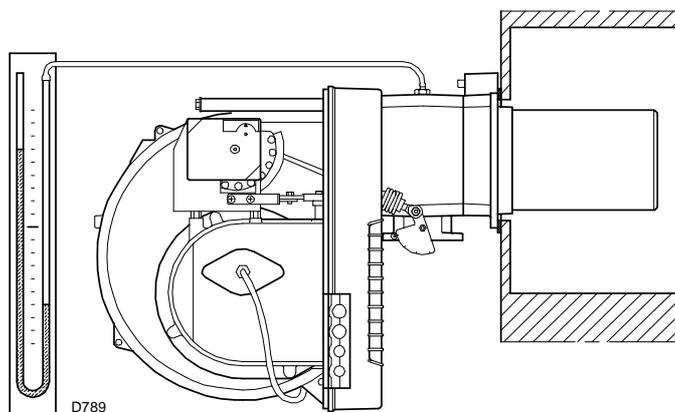

Fig. 23
- Montare un manometro a U (Fig. 23) sulla presa di pressione del gas del manicotto. Serve a ricavare approssimativamente la potenza MAX del bruciatore mediante le tabelle Tab. H a pag. 20.
Aumentare allora la portata del gas all'accensione. L'arrivo del gas al manicotto è evidenziato dal manometro ad U (Fig. 23 a pag. 24).
A titolo orientativo può essere ricavata dalla Tab. H a pag. 20, basta leggere la pressione del gas sul manometro a U, vedi Fig. 23 a pag. 24, ed seguire le indicazioni date nella Tab. H a pag. 20.